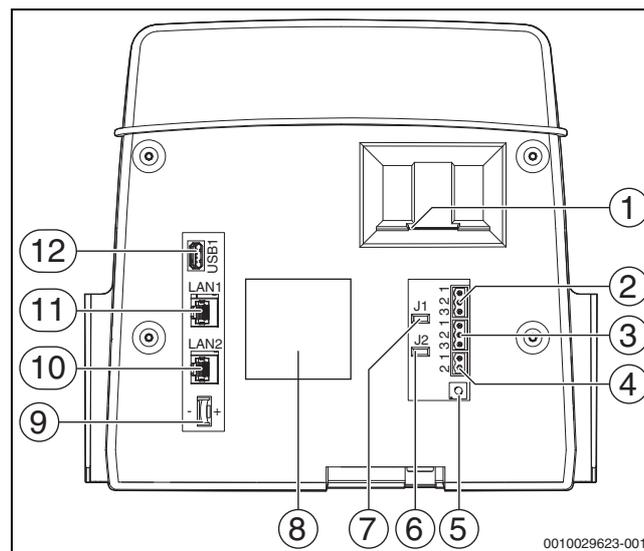

Bild 4 Anschlüsse Bedieneinheit
Die Batterie (auf der Rückseite der Bedieneinheit) stellt sicher, dass bei ausgeschaltetem Regelgerät oder bei Spannungsausfall Uhrzeit und Datum erhalten bleiben (→ Bild 4, [9], Seite 9).
- Auf der Rückseite der Bedieneinheit an den Anschlussklemmen EMS (→ Bild 4, [4], Seite 9) mit
Für Wärmeerzeuger (z. B. BHKW), die über den Modbus-RTU angeschlossen werden (→ Bild 4, [3], Seite 9):
- ▶ BHKW am Anschluss Modbus-RTU (→ Bild 4, [3], Seite 9) anschließen.
Der Abschlusswiderstand (J2) (→ Bild 4, [6], Seite 9) ist im Auslieferungszustand geschlossen (gesteckt = aktiviert).